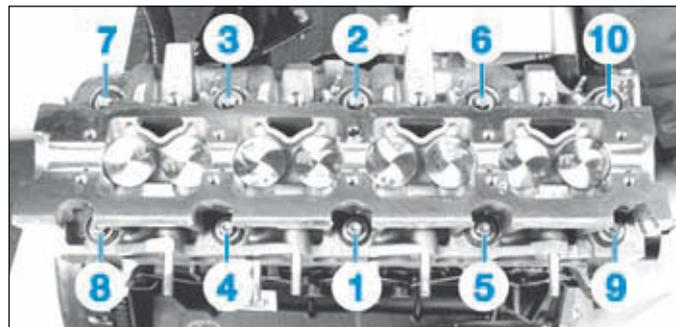

FIG.76
- Serrer les vis de culasse en respectant l'ordre (Fig.76).